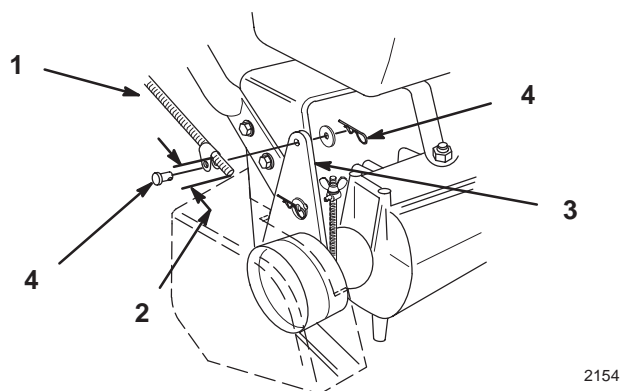
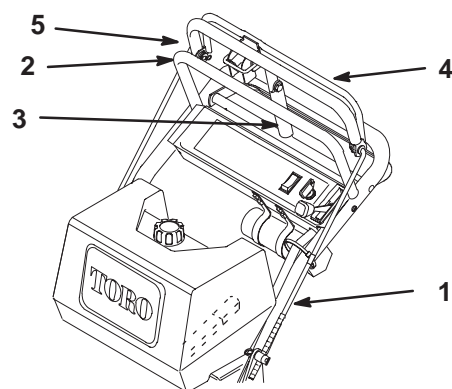

Figure 9
Figure 10
1. Vissez un raccord sur chaque tige sur 51 mm environ (Fig. 9) ou jusqu'à ce que la barre de commande supérieure soit à peu près perpendiculaire au sol (Fig. 10).
2. Montez le côté raccord des tiges dans les trous de montage des pattes de la poulie de tension (en passant par l'extérieur) à l'aide d'axes de chapes, de rondelles et de goupilles fendues (Fig. 9).
3. Contrôlez l'écartement entre la barre de commande supérieure et la poignée supérieure lorsque les courroies de roues sont complètement engagées. Il doit faire environ 25 à 32 mm (Fig. 10).